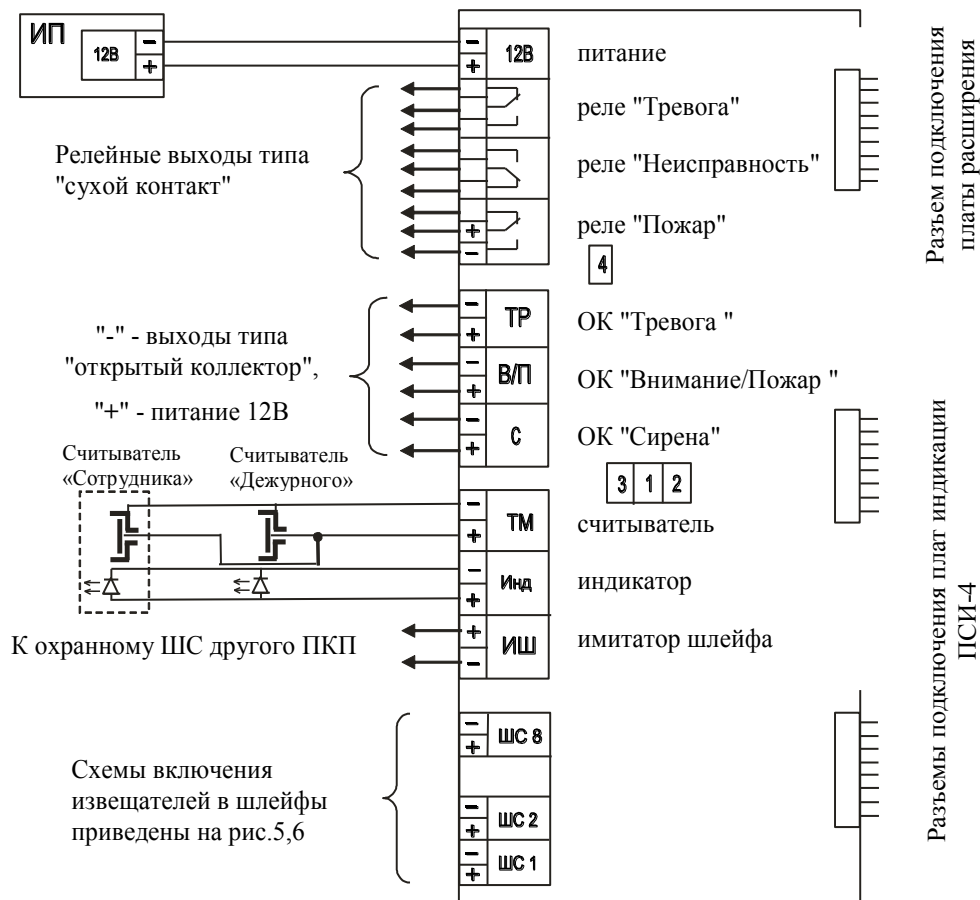

Рис.3. Схема электрическая подключения ПКП. Назначение переключек 1-4 описано в п.5.1.6.
5.1.3. Количество охранных ШС может составлять 0,2,4,8, остальные - пожарные. Соотношение пожарных и охранных ШС устанавливается переключками в соответствии с таблицей 2 и рис.3. Охранным ШС соответствуют младшие номера шлейфов, пожарным ШС - старшие.
5.1.5. На центральной плате (рис.3) расположены клеммы:
5.1.6. На центральной плате рис.3 расположены переключки (джамперы):
ВНИМАНИЕ! При отсутствии шлейфа управления реле "Пожар" необходимо установить джампер отключения контроля ШУ (джампер №4 на рис.3) - см. п.5.1.6.